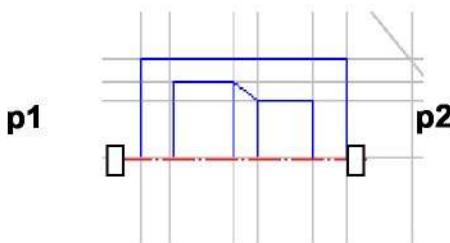

Рис. 1.22. - Построение симметричного изображения
- 5) указать последовательно первую точку **p1**, а затем вторую **p2** принадлежащих оси симметрии (рис. 1.22). Для завершения построений нажмите кнопку в Панели свойств